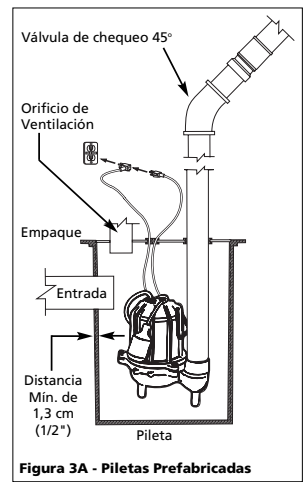

Figura 3A - Piletas Prefabricadas
6. Los modelos CSE50T vienen de fábrica con un interruptor de correa desprendible con un enchufe en serie (ver figura 3A). El largo de la correa (largo de la correa entre el flotador y la abrazadera) no debe ser menor de 3-1/4" (9,5 cm) y no debe usarse una pileta de menos de 14" (35,5 cm) de diámetro. Si se usa un diferencial distinto del de fábrica, asegúrese de que, cuando la bomba se apague, queden al menos 4" (10 cm) de agua en la pileta para que el impulsor siga sumergido.